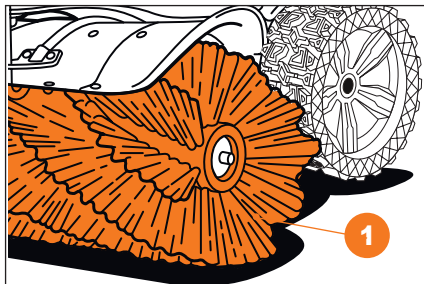

Рис. 8
- Установите щетки **1** на вал подметальной машины, соблюдая соотношение расположения оранжевой и черной щетины (Рис. 8).